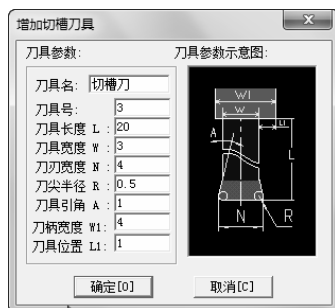

图 6-7 “刀具库管理”对话框的“切槽刀具”选项卡 图 6-8 “增加切槽刀具”对话框
(3) 设置增加切槽刀具 单击“切槽刀具”选项卡，如图 6-7 所示。然后再单击“增加刀具”按钮，弹出“增加切槽刀具”对话框，设置切槽刀具参数如图 6-8 所示。